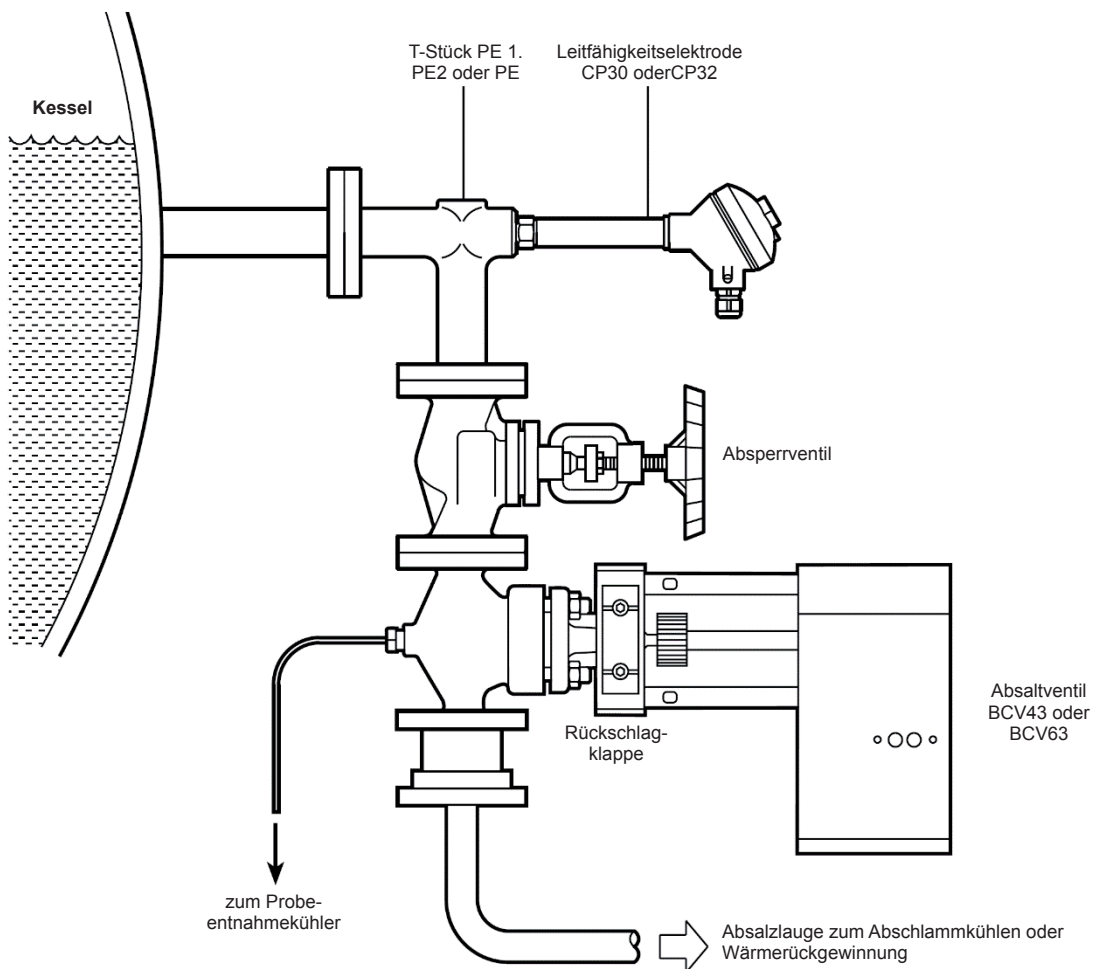
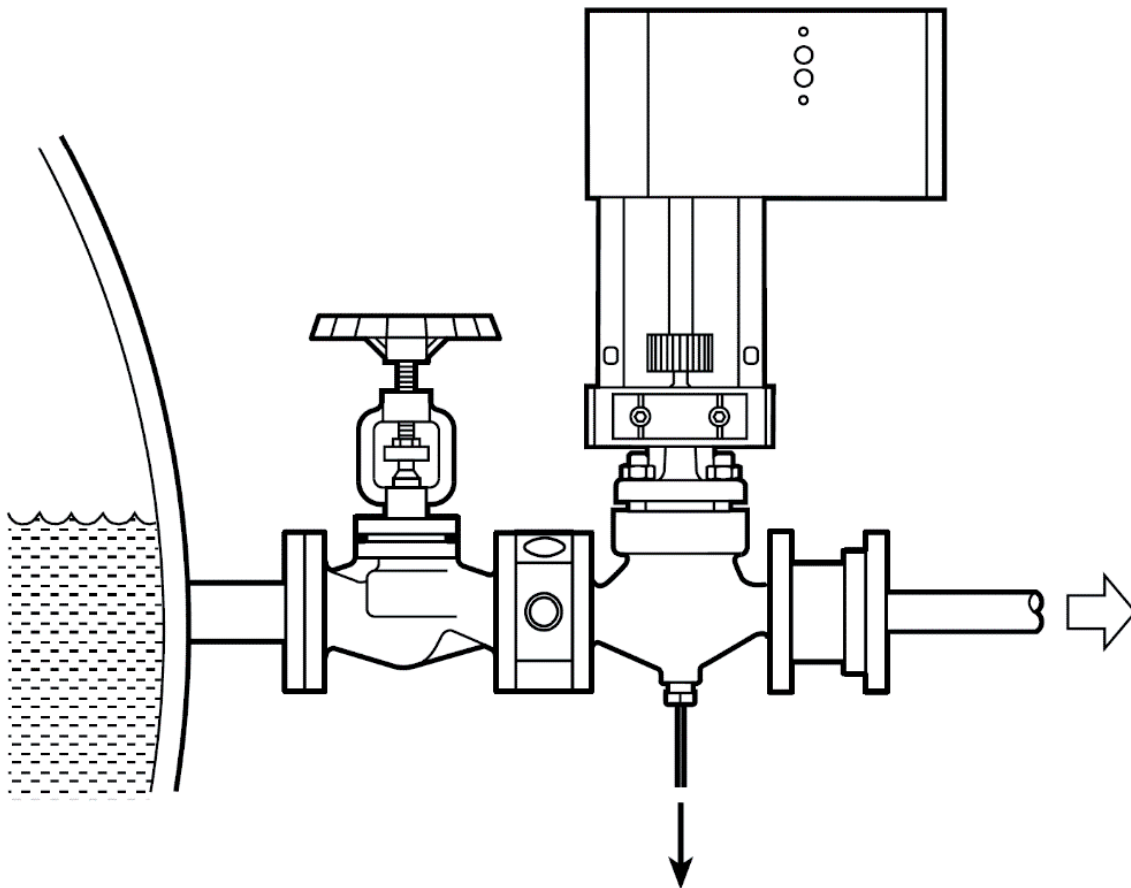

Bild 2: Kontinuierliche Überwachung der Kesselwasser-Leitfähigkeit
Bild 3: Diskontinuierliche Überwachung der Kesselwasser-Leitfähigkeit
Das Ventil kann in eine waagerechte oder senkrechte Rohrleitung eingebaut werden. Der Antrieb darf jedoch nicht nach unten zeigen. Der Durchflusspfeil auf dem Ventil muss in die Durchflussrichtung zeigen. Bei der Montage an Dampfkesseln ist der ideale Montagepunkt kurz nach dem Absalzstutzen, siehe Bild 2 und Bild 3. Ist seitlich kein Absalzstutzen vorhanden, kann der Stutzen zur Abschlammung, siehe Bild 4 zur Absalzung mitverwendet werden.
**Hinweis: Eine kontinuierliche Überwachung der Kesselwasser-Leitfähigkeit gemäß EN 13953-6:2011 erfüllt die Anordnung Bild 2.**